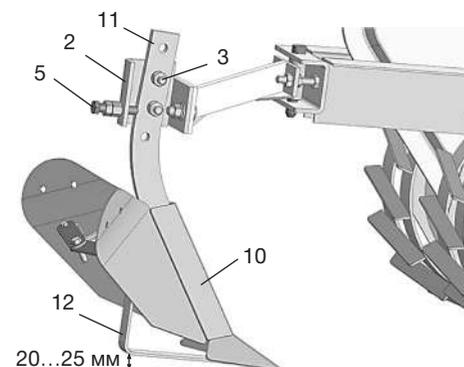

Рис. 6
Присоединить ОКУЧНИК (10) к замку (2) сцепки при помощи болтовых соединений М12 (3), как показано на Рис. 6. При этом регулировочный болт (5) должен быть упёрт в стойку (11) ОКУЧНИКА. Резьбовые соединения оставить не затянутыми для возможности последующей регулировки. Произвести предварительную регулировку заглабления ОКУЧНИКА аналогично настройке ПЛУГА.